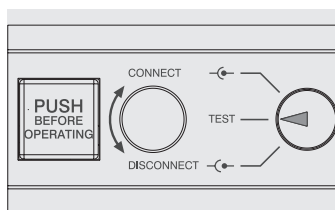

Figure 53
- disjoncteur en position de test (voir Figure 53)